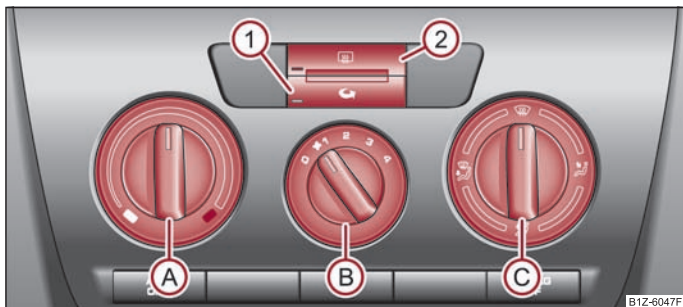

Fig. 81 Încălzirea: Elementele de comandă
- Rotiți regulatorul rotativ (A) ⇒ fig. 81 spre dreapta pentru a mări temperatura.
- Rotiți regulatorul rotativ (A) spre stânga pentru a reduce temperatura.